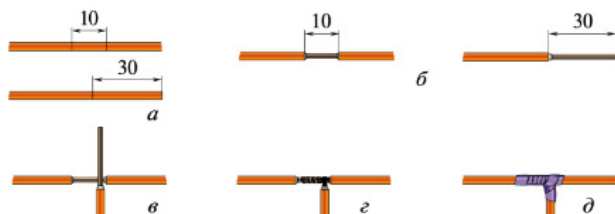

Рис. 11.5. Последовательность отведения многожильных проводов
1. Разметить место ответвления провода на длину 10 мм и сращиваемый провод на длину 30 мм (рис. 11.5, а).
2. Удалить монтажным ножом или специальным приспособлением изоляцию на месте ответвления провода и на сращиваемом проводе (рис. 11.5, б).
3. Наложить оголённый конец сращиваемого провода на место ответвления примерно под углом 90° (рис. 11.5, в).
4. Накрутить конец сращиваемого провода на оголённое место провода отведения. Обжать место отведения пассатижами (рис. 11.5, г).
6. После охлаждения место пайки обмотать изоляционной лентой (рис. 11.5, д).
5. Выполните ответвление двух многожильных проводов (см. рис. 11.5).